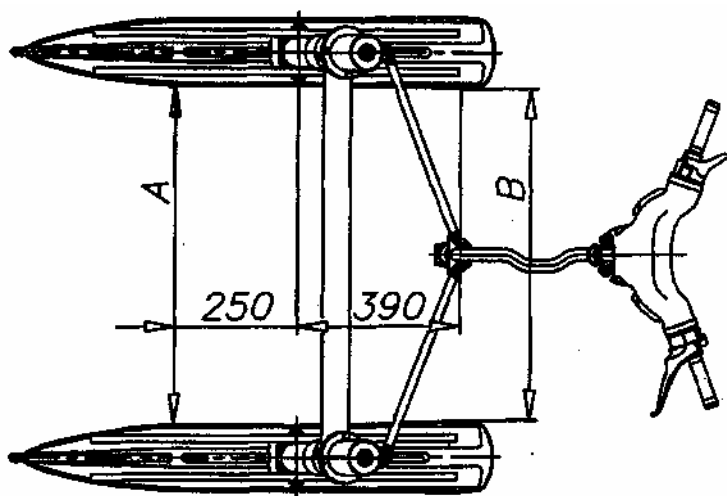

Рисунок 29 - Регулировка схождения лыж
- вращением рулевых тяг добейтесь, чтобы при положении лыж "прямо-вперед" расстояние А (рисунок 29) между передними частями лыж было больше, чем расстояние В между задними частями лыж, на 10 мм ( $A-B=10$  мм);